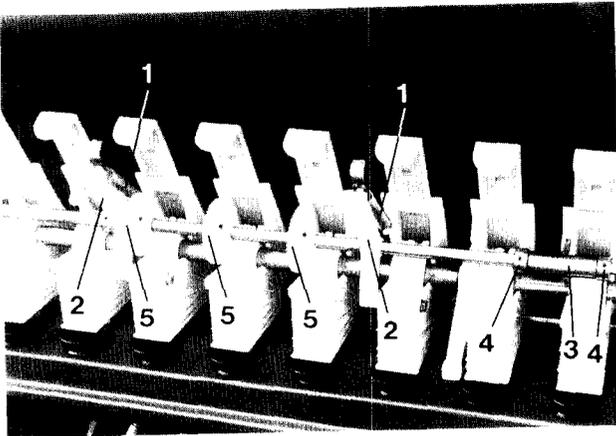
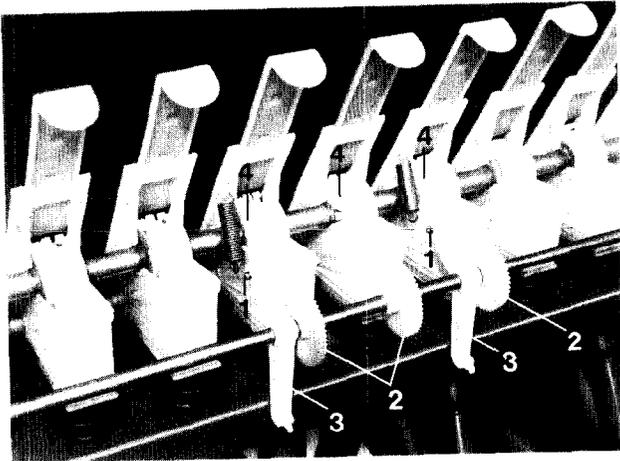

Fig. 57
Fig. 58
- Décrocher les ressorts (fig. 57/1) entre les carters de distribution et les bielettes de maintien (fig. 57/2) puis basculer vers l'arrière l'arbre d'entraînement (fig. 58).
- Un support tubulaire (fig. 57/3) assurant l'alignement axial de l'arbre est logé dans un évidement d'un carter de distribution. En basculant l'arbre, ce support est retiré de son logement et doit être remis, après montage, dans son logement ou dans un évidement d'un carter de distribution voisin. Le support tubulaire (fig. 57/3) est calé axialement sur l'arbre au moyen de bagues (fig. 57/4).
- Desserrer les vis 6 pans (fig. 58/1) qui fixent à droite et à gauche les bielettes de maintien auprès des carters de distribution.
- Déplacer sur l'axe d'entraînement les bielettes de maintien (fig. 58/3) et les pignons (fig. 58/2).
- Desserrer les vis d'entraînement (fig. 58/4) des roues distributrices correspondant à la nouvelle voie non semée, jusqu'à ce qu'elles tournent librement sur l'arbre d'entraînement.
- Fixer à droite et à gauche les bielettes de maintien (fig. 58/3) contre les carters de distribution et accrocher les ressorts aux bielettes et aux carters.
Procéder au montage des pignons (fig. 57/5) selon § 16.5. L'arbre du jalonneur ne doit être pourvu qu'avec les pignons d'entraînement sur le côté droit du semoir. Les pignons doivent être montés sur l'arbre du jalonneur de manière à ce que l'intervalle des roues distributrices qui ne sèment pas, mesuré depuis le côté extérieur droit du semoir, corresponde à la moitié de l'écartement de la voie non ensemencée. Pour les jalonnages de pré-levée, démonter le disque traceur gauche.